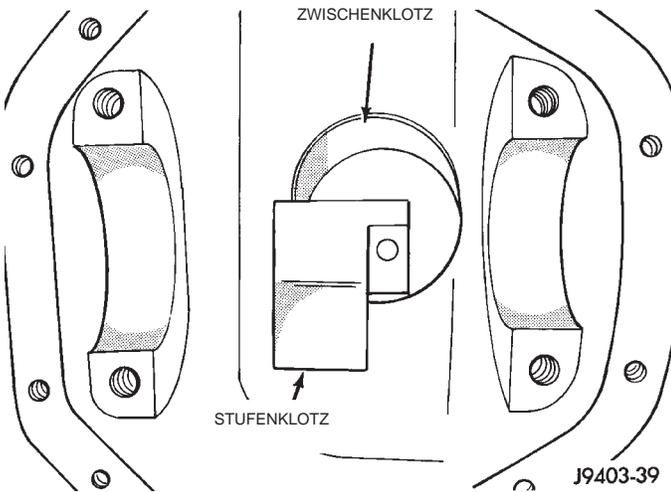
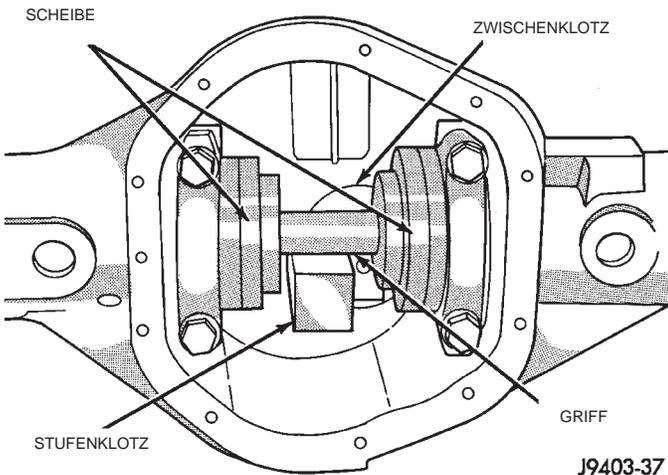

Abb. 60 Stufenklotz für Tiefenmessung—Typisch
Abb. 61 Meßwerkzeuge im Gehäuse eingebaut—Typisch
- (2) Diese Baugruppe und das innere Lager in das Differentialgehäuse einbauen und durch die Lagerschalen hindurchschieben (Abb. 60).
- (3) Äußeren Lagerkonus montieren, die Mutter 6740 aufschrauben und von Hand festziehen.
- (4) Die Scheiben 6732 auf den Griff D-115-3 schieben und in den Bohrungen für die Differentiallager positionieren (Abb. 61). Die Lagerdeckel über den